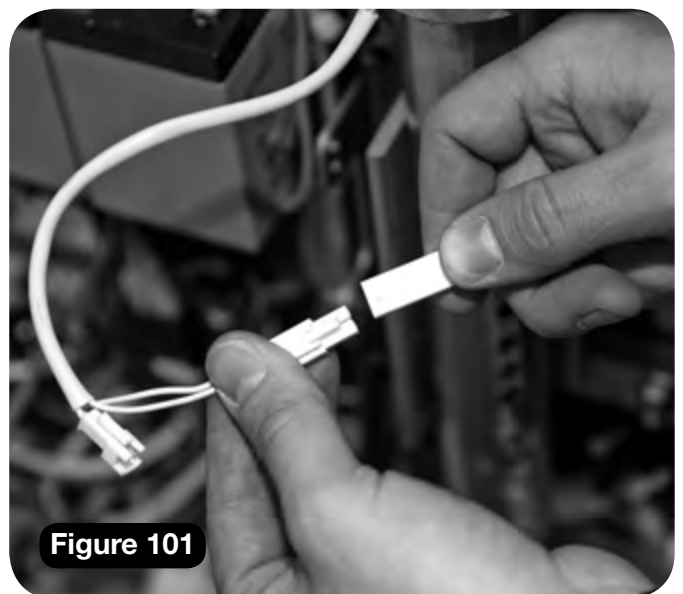

Figure 101
- d Connectez le siège sur le connecteur du faisceau du bouton de pivotement (blanc) (**Figure 101**).